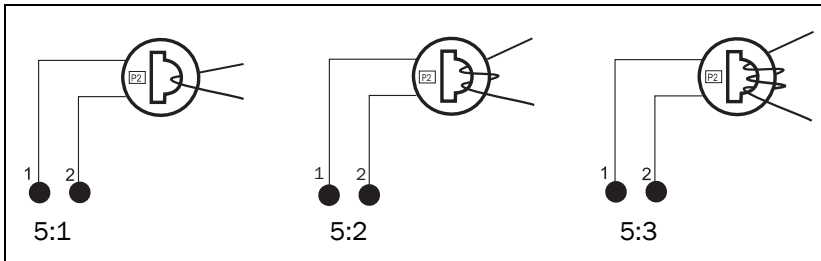

Abb. 5 Beispiel 1, 2 und 3 Windungen.
Abb. 5 zeigt die unterschiedlichen Typen der Windungen für Stromtransformatoren (CT). In Abb. 5:1 wird der Motordraht nur durch den Transformator gezogen, im Text und in den Tabellen unten wird dies als 1 (eine) Windung beschrieben. Abb. 5:2 zeigt einen Transformator mit 2 Windungen und Abb. 5:3, 3 Windungen. Das bedeutet, die Anzahl der Windungen ist gleich der Anzahl, wie oft der Motordraht „L1“ durch den Stromtransformator gezogen wird.